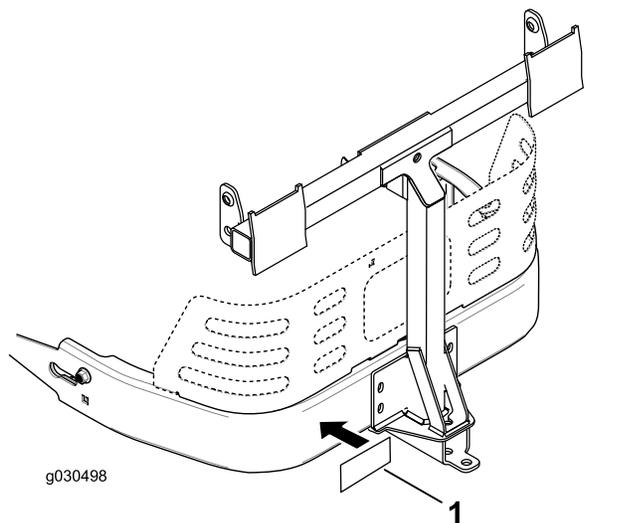

Bild 17
3. Bringen Sie den Zugstangenaufkleber 1,3 cm links von der Anbaugeräthalterung an (Bild 17).